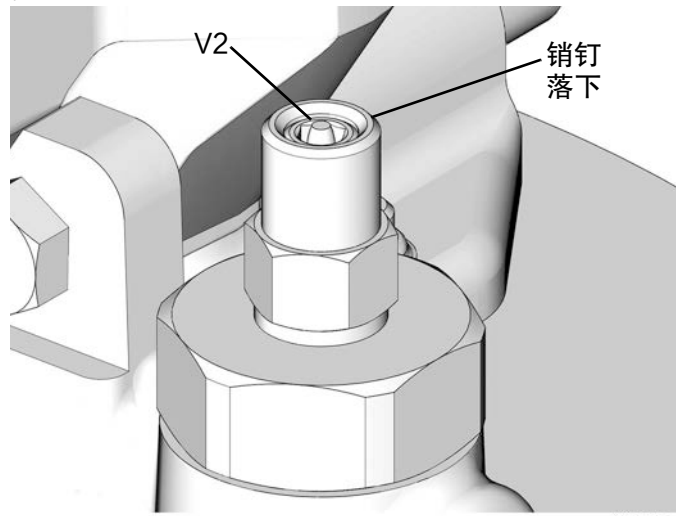

图 18
2. 确认自动加注截止阀销 (V2) 向下，这表示其已经复位 (图 18)。